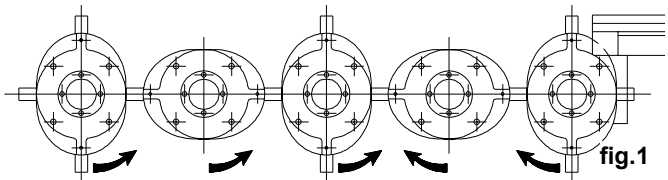

fig.1
- Werden die Schneidmesser ausgewechselt, ist sicherzustellen, daß die Drehrichtung der Scheibe dem Pfeil auf dem Messer entspricht (Bild 1).